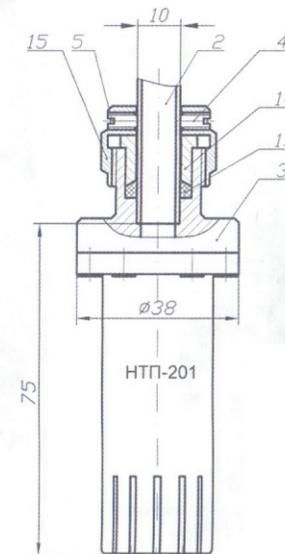

Рисунок 1
5.2 Насадка подогреваемая крепится на топливозаборную трубку штатного топливозаборника, установленного в топливный бак 1 вертикально (рисунок 1,2).
Для фиксации стопорных винтов от самоотвинчивания, установите в кольцевой паз замковое кольцо 5. При установке насадок серии НТП-200 место ввода топливозаборной трубки уплотняется от подсоса воздуха с помощью резинового уплотнительного кольца 13, которое плотно зажимается с помощью сальника 14 накидной гайкой 15 (рисунок 1). Для надежной герметизации, особенно при наличии дефектов на топливозаборной трубке, рекомендуется нанести на уплотнительное кольцо 13 бензостойкий герметик.